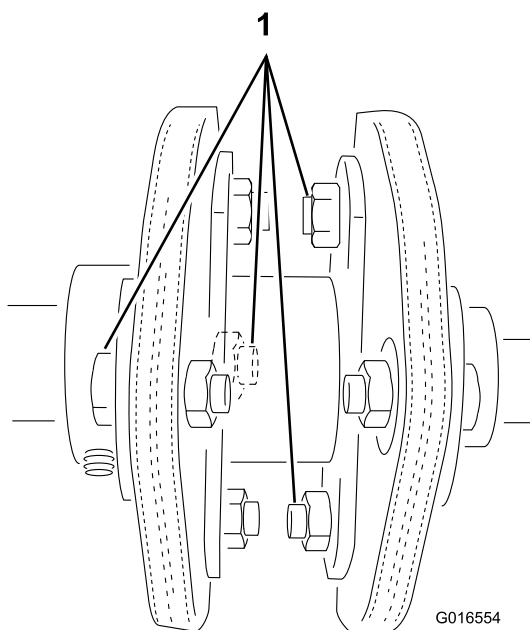

Figura 1
2. Retire os 4 parafusos, 4 espaçadores e 4 porcas mostrados em Figura 1 de forma a que um disco de borracha e o acoplamento central permaneçam montados.